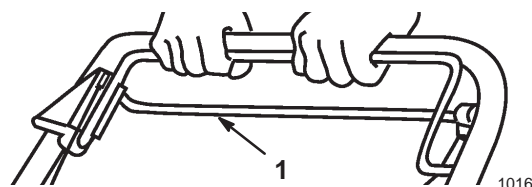

Abbildung 12
2. Zum Auskuppeln des Selbstantriebs den Selbstantriebsbügel lösen (Abb. 12). Dann den Rasenmäher mindestens 2,5 cm (1") nach vorne schieben.